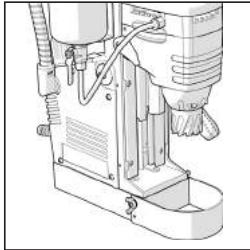

Fig. 2
- Instale la protección de seguridad y sujétela con los tornillos de fijación suministrados. (Fig. 2)